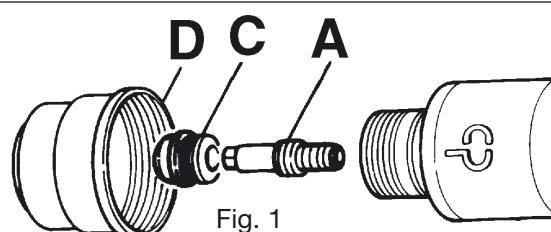

Fig. 1
5.1 - Sustitución de las partes de consumo (Fig. 1).
5.2 - Sustitución de la antorcha (Fig. 1, 2).